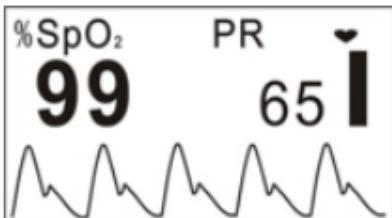
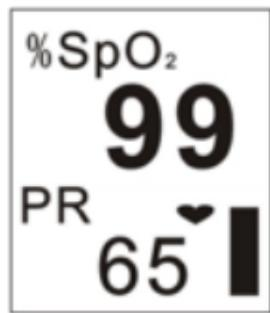
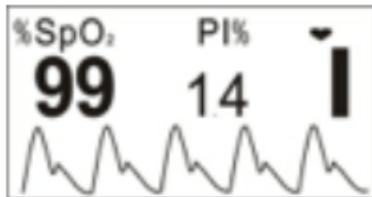
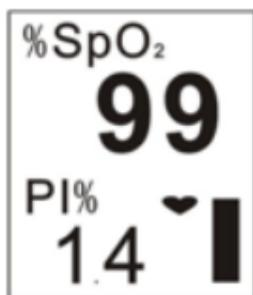

Figura 4
Figura 5
Figura 6
Figura 7
4. Successivamente entrare nella schermata di visualizzazione dei dati (come mostrato in Figura 4). L'utente può leggere i valori e visualizzare la forma d'onda dallo schermo di visualizzazione.
5. Quando il display è mostrato come nella Figura 4, premere il tasto Display per cambiare la schermata di visualizzazione
- Premere una volta il tasto Display, lo schermo del display (come mostrato nella Figura 4) sarà ruotato di 180°.
- Premere due volte il tasto Display, lo schermo del display sarà cambiato come mostrato in Figura 5.
- Premere il tasto Display tre volte, lo schermo del display (come mostrato nella Figura 5) verrà ruotato di 180°.
- Premere il tasto Display quattro volte, lo schermo tornerà allo schermo come mostrato nella Figura 4.
- Premere il tasto del display in modo circolare, lo schermo del display verrà commutato tra le due schermate (come mostrato nella Figura 4 e nella Figura 5) e le quattro direzioni verranno visualizzate alternativamente.
6. Premere a lungo Tasto Display (circa 2 secondi), verrà visualizzato lo schermo come mostrato nella Figura 6. Le differenze tra la Figura 6 e la Figura 4 sono le seguenti:
- Nella Figura 4, SpO2 e frequenza cardiaca vengono monitorati e visualizzati sullo schermo.
- In Figura 6, SpO2 e indice di perfusione vengono monitorati e visualizzati sullo schermo.
7. Quando sullo schermo viene visualizzato come mostrato nella Figura 6, premere il tasto Display in modo circolare, lo schermo del display verrà commutato tra le due schermate (come mostrato nella Figura 6 e Figura 7) e le quattro direzioni verranno visualizzate alternativamente.
8. La schermata di visualizzazione (come mostrato nella Figura 6 o Figura 7) tornerà allo schermo come mostrato nella Figura 4 o Figura 5 se non viene eseguita l'operazione entro 10 secondi.